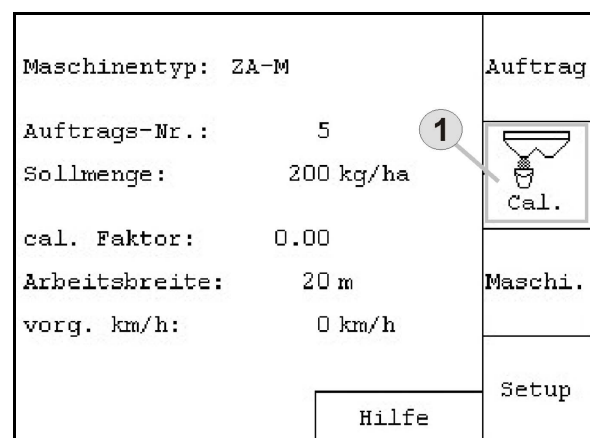

Рис. 63
- 2.1 Выверните барашковый винт (Рис. 63/1), удерживающий распределяющий диск, и выньте распределяющий диск с приводного вала.
3. Вставьте приемную ёмкость (Рис. 63/2) с помощью скобы (Рис. 63/3) в гнезда (Рис. 63/4) и подвесьте Рис. 63/5) на раму.